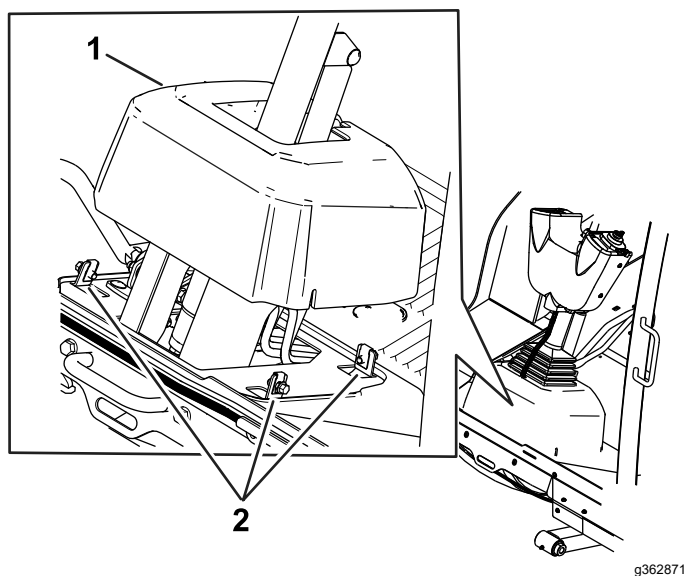

Рисунок 2
2. Ослабьте болты вокруг основания рулевой колонки и поднимите основание (Рисунок 2).